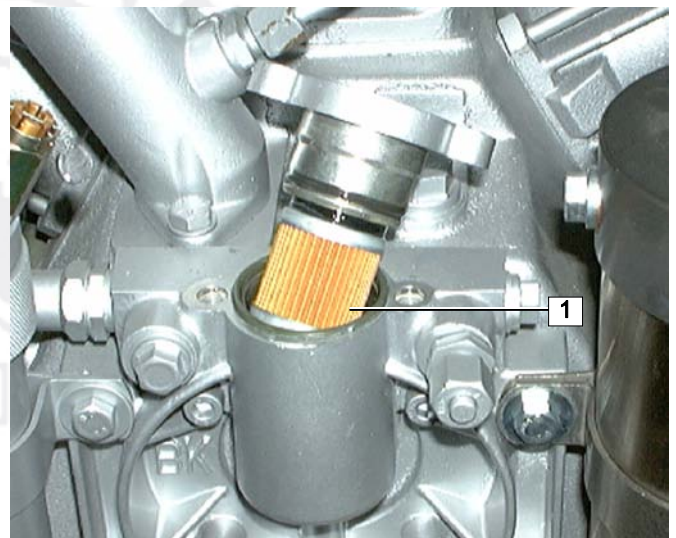

Рис. 36 Замена масляного фильтра
- Снимите масляный фильтр (1, Рис. 36) с резиновой прокладкой на крышке. Вставьте новый фильтрующий элемент, снова установите и закрепите крышку.